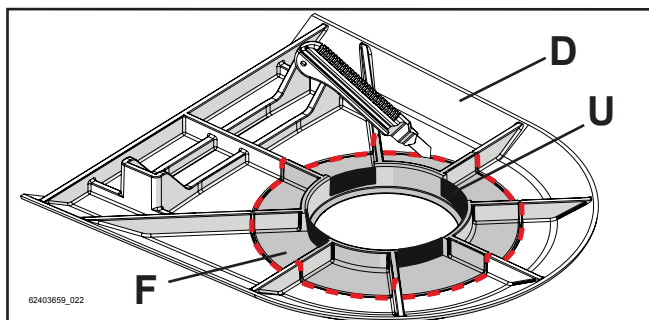

Figure 5-47
- Si l'appareil est doté d'un terminal d'évacuation des fumées de type coaxial, retirer la zone « F » (identifiable par le prédécoupé sur la surface inférieure) de la garniture « D » à l'aide d'un cutter (fig. 5-47)
- Si l'appareil est doté d'un terminal d'évacuation des fumées de type simple, retirer les zones « U » de la garniture « D » à l'aide d'un cutter (fig.5-47)